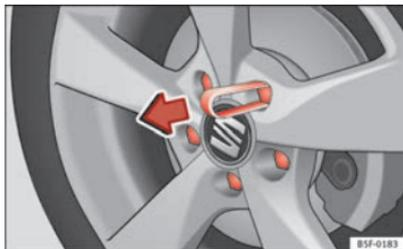

Abb. 166 Rad: Radschrauben mit Deckel
- Schieben Sie die Kunststoffklammer (Bordwerkzeug) so weit auf die Abdeckkappe, bis sie einrastet ⇒ Abb. 166.